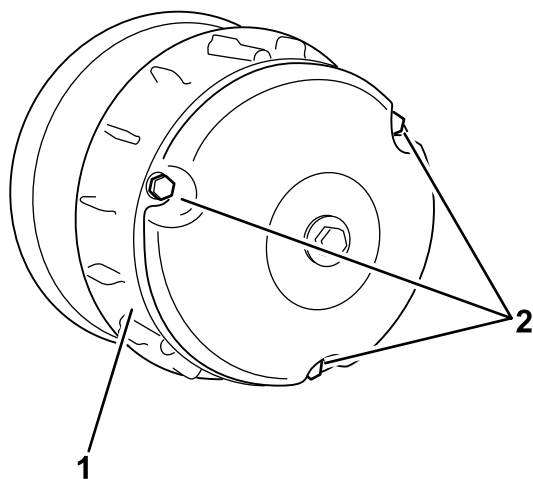

Figura 63
2. Retire os 3 parafusos que fixam a tampa da embraiagem e retire a tampa (Figura 63).
4. Coloque a tampa da embraiagem e fixe-a com os 3 parafusos (Figura 63) que retirou em 2.